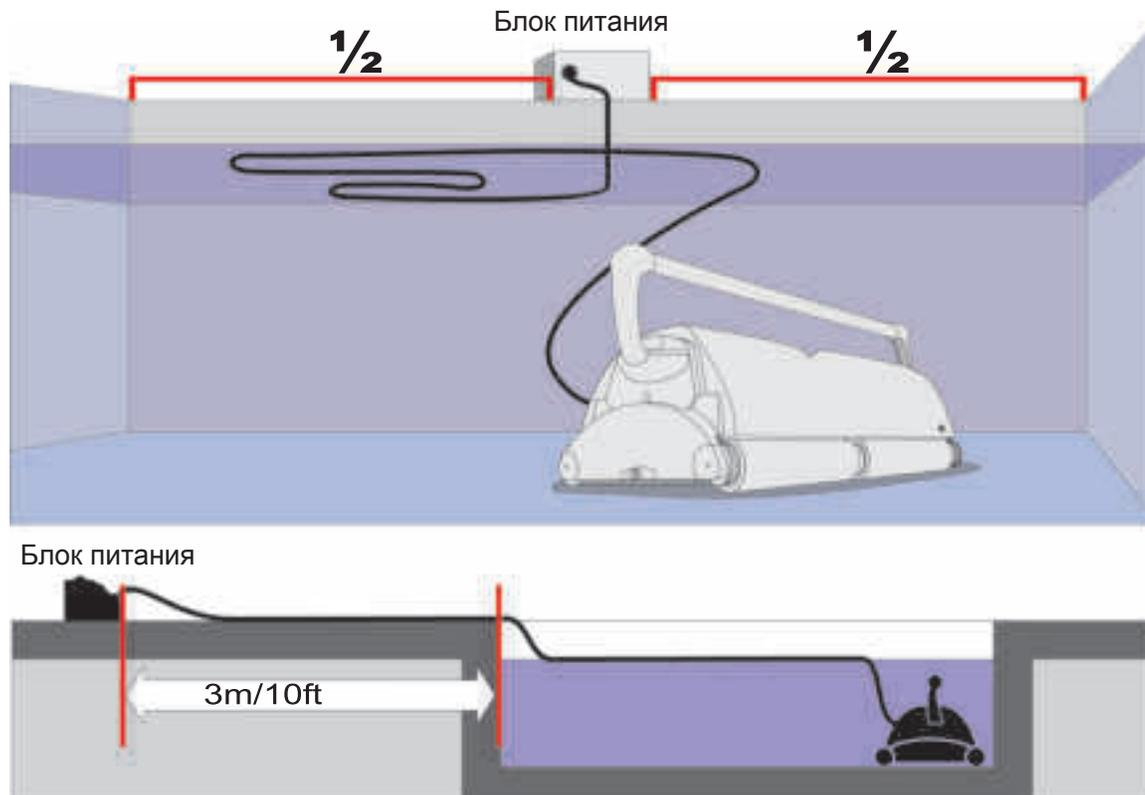

Рис. 1
Блок питания должен располагаться в любой защищенной зоне на расстоянии не менее 3 метров от бассейна. Кроме того, его нельзя оставлять под дождем или в луже воды. Если возможно, установите блок питания в середине расстояния длины бассейна. (рис.1) Это позволит кабелю и устройству достичь любого угла бассейна. Прилагаемый блок питания сконфигурирован для **ОДНОГО** из следующих входов а)115 V; б)230 V.
- 4) Полностью разверните плавающий кабель и распределите его по поверхности воды бассейна как можно более равномерно. Убедитесь, что кабель не имеет переплетений или перегибов (рис. 1)